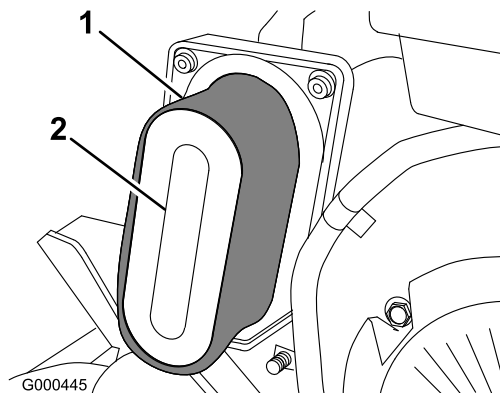

Figura 23
3. Se l'elemento in schiuma sintetica è sporco, toglietelo dall'elemento di carta (Figura 23), e pulitelo accuratamente.